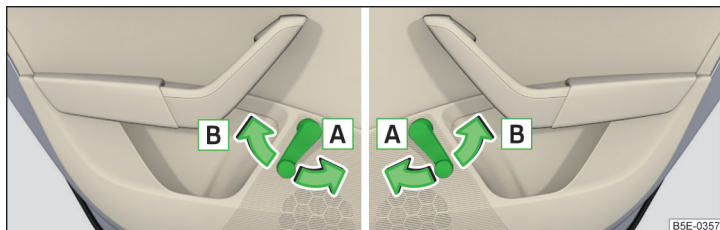

Fig. 60 Operación de ventana: a izquierda/derecha
- Para **abrir**, girar la manivela en el sentido de la flecha **A** » fig. 60.